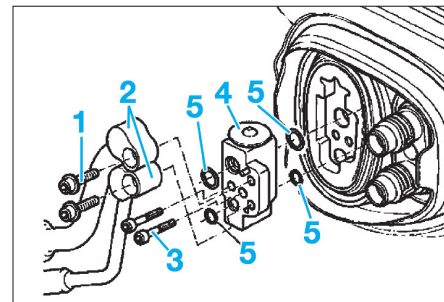

Fig. 12
- Dévisser les vis (1) et débrancher les raccords (2) des conduites de réfrigérant (Fig.12).
- Dévisser les vis (3) et déposer le détendeur (4), en veillant à récupérer les joints toriques (5).